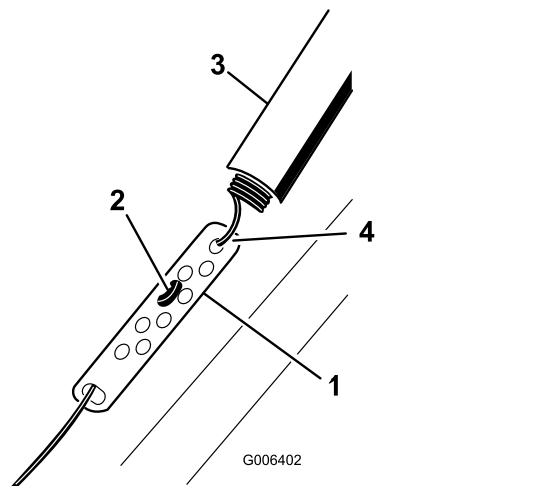

Figure 24
1. Remontez la protection du ressort et décrochez le ressort de la biellette de réglage (Figure 24).
2. Accrochez le raccord en Z à un trou plus haut ou plus bas sur la biellette de réglage de manière à obtenir un espace de 2 à 3 mm (1/16 à 1/8 po) entre la barre de commande et le guidon (Figure 24).